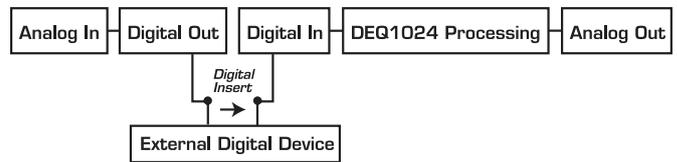

图 2.5: PRE EQ 模式下的信号流向
- 11 **CONFIG:** 该按键按下去几秒钟便可选择 DEQ1024 的操作模式: ANALOG (模拟) (绿色 LED 指示灯), DIGITAL (数字) (黄色 LED 指示灯), PRE EQ (黄色 LED 指示灯) 或 POST EQ (黄色 LED 指示灯)。当处于 PRE EQ 或 POST EQ 模式时, 可用后面板的数字接口连接备用的动态处理器。当 DEQ1024 处于 PRE EQ 模式时, 插入的设备位于均衡器之前; 当 DEQ1024 处于 POST EQ 模式时, 插入的设备位于均衡器之后 (见图 2.5 及 2.6)。